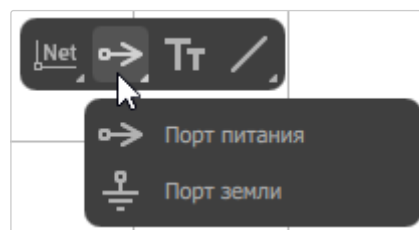

Рисунок 73. Инструменты «Порт питания» и «Порт земли» на панели инструментов
- 2) В раскрывшемся списке выбрать инструмент «Порт питания» или «Порт земли» (см. рисунок 73).